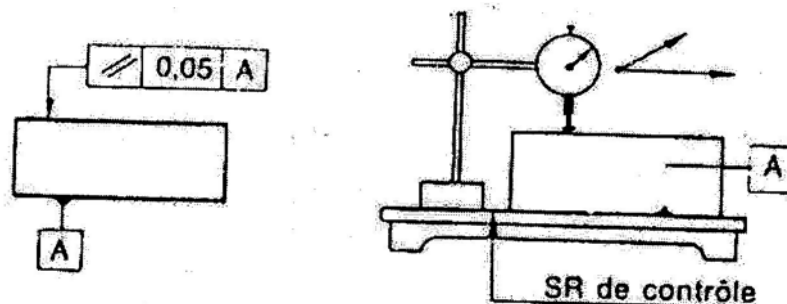

Figure 34
d) **Parallélisme** (figure 34)